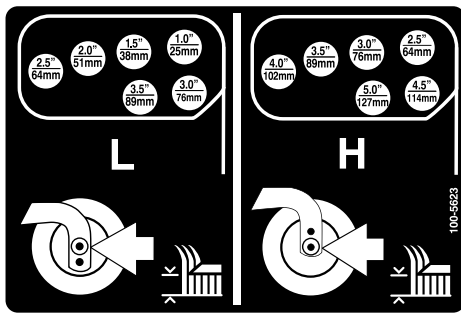

Bild 29
6. Drehen Sie die Spannstaue, um den Gelenkarm anzuheben oder abzusenken, bis die Löcher mit den ausgewählten Löchern in der Schnitthöhenhalterung im Mähwerkrahmen ausgerichtet sind (Bild 28 und Bild 29).